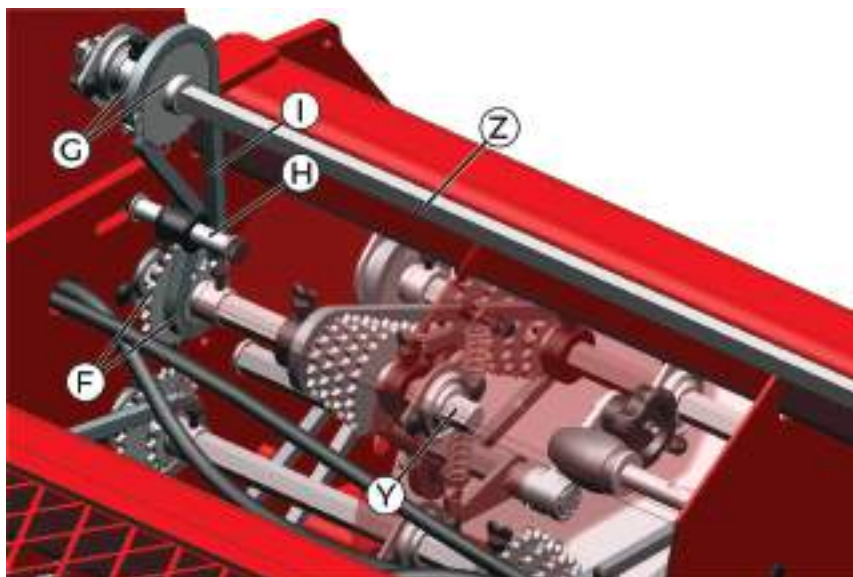

fig. 38
Na lateral interna (*fig. 38*), realize o recâmbio entre as rodas dentadas Z24 e Z14 (F) do eixo “Y” com as rodas dentadas Z14 e Z24 (G) do eixo dos dosadores “Z”. Afrouxe o esticador (H) da corrente (I) para reposiciona-la na combinação entre as dentadas.